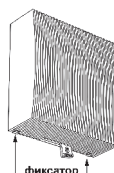

Рис. 6
7. Установку крышки необходимо начинать с верхней части, после чего прижать нижнюю часть изделия до характерного щелчка (Рис.6).